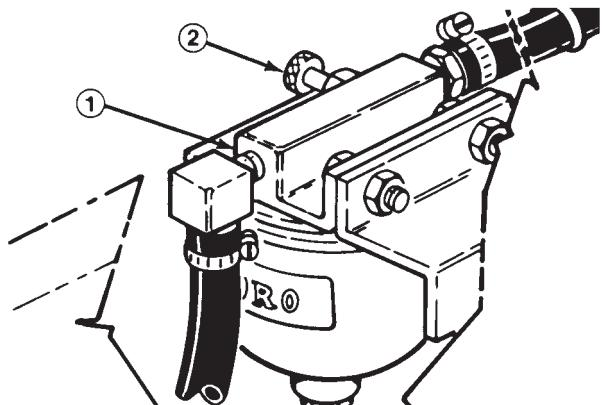

Figure 11
- 2. Chercher la vis de purge au-dessus du filtre à carburant/séparateur d'eau, du côté gauche de la roue arrière, et desserrer la vis (Fig. 11).